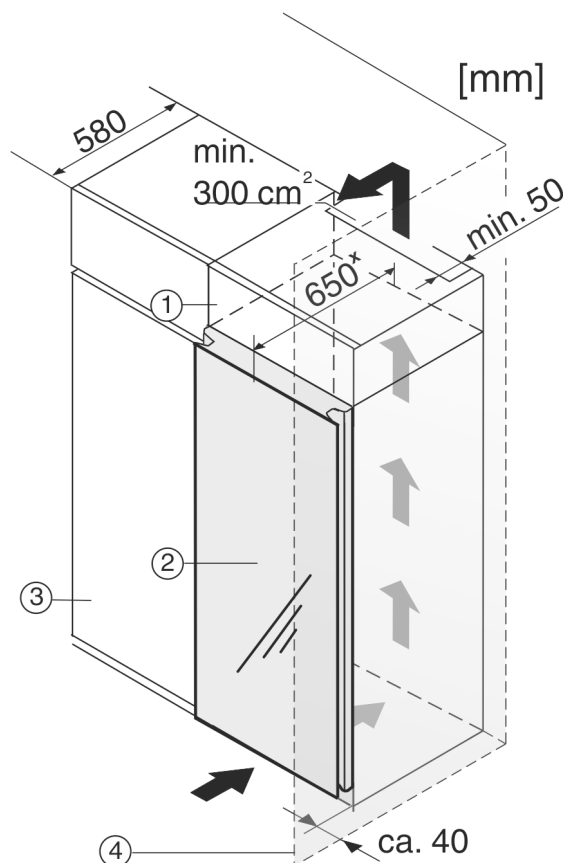

Fig. 12
- (1) Opbouwkast
- (2) Apparaat
- (3) Keukenkast
- (4) Wand
Het apparaat Fig. 12 (2) kan worden ingebouwd in de keuken. Om het apparaat aan de hoogte van het keukenblok aan te passen, kunt u er een passende opbouwkast Fig. 12 (1) op plaatsen.
Bij ombouw met keukenkasten (max. diepte 580 mm) kan het apparaat direct naast de keukenkast Fig. 12 (3) worden opgesteld. De apparaatdeur steekt 70 mm * voor de voorkant van de keukenkastjes uit.
Plaatst u het apparaat met de scharnierkant naast een muur Fig. 12 (4), dan moet de afstand tussen apparaat en muur minstens 40 mm bedragen.